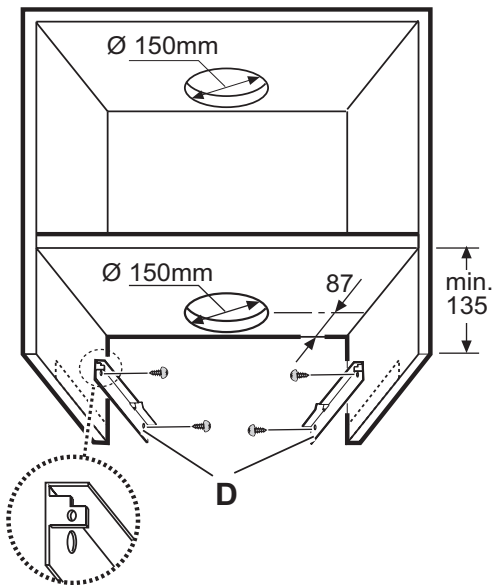

Fig. 1 - Abb. 1 - Afb. 1
1. Zwei Bügel **D** (Abb. 1) an der Seitenwand des Hängeschanks (einer pro Seite) mit 2 Schrauben pro Bügel befestigen (den Bügel nach der unteren Kante ausrichten).
1. Fix the 2 brackets **D** (Fig. 1) to the side panel of the wall cabinet (one per side) with 2 screws for each bracket (align the bracket to lower border).